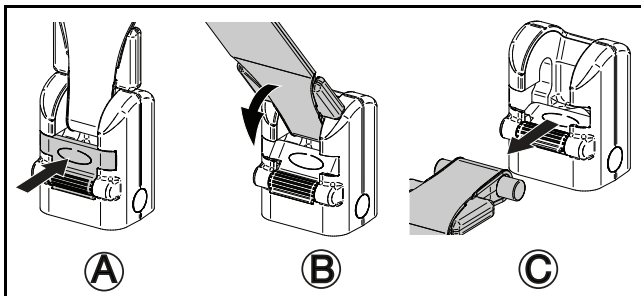

Fig. 4
- 2) Åpne låsehaken som holder remmen på plass, ved å trykke den innover (se Fig. 4 A).
- 3) Drei remmen mot låsehaken (se Fig. 4 B).
- 4) Trekk remmen ut av festet (se Fig. 4 C).